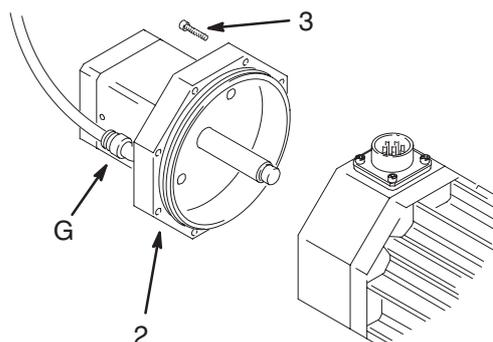
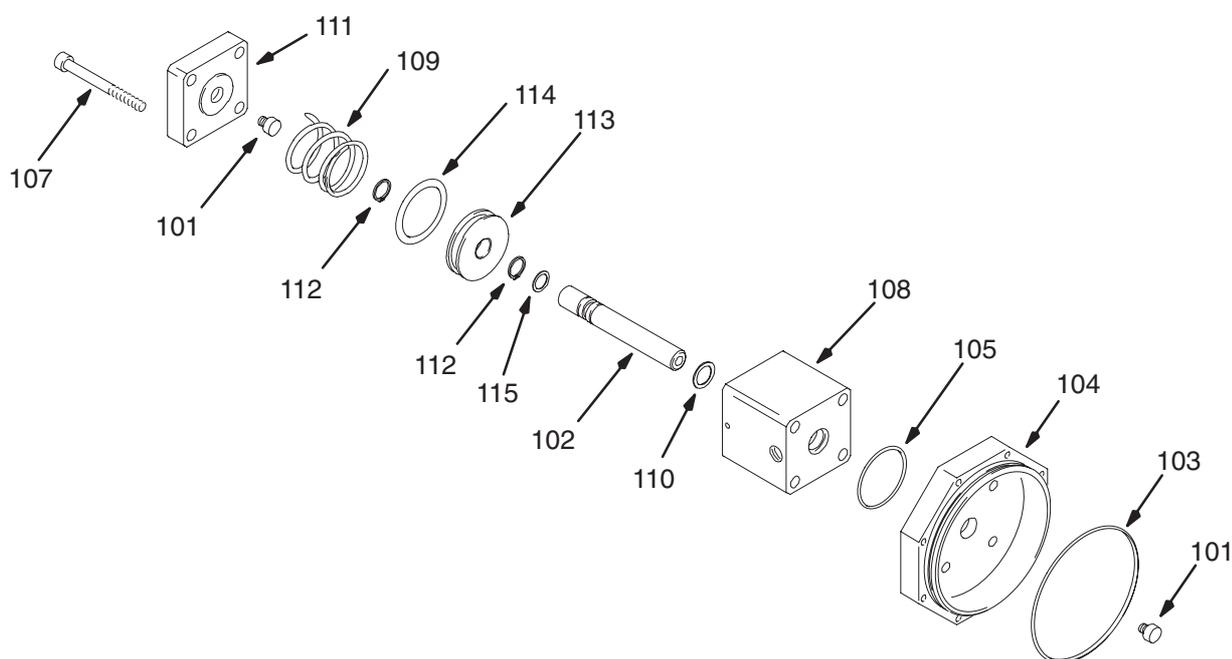

Fig. 4
Fig. 6
3. Desconecte las líneas de fluido de la entrada (A) y la salida (B) de fluido de la válvula dosificadora.
4. Desconecte la línea neumática de la entrada de aire del dispositivo de cierre (G). Vea la Fig. 4.
6. Conecte un suministro de aire comprimido a la entrada de aire del dispositivo de cierre (G). Accione el cilindro con una presión de aire de, aproximadamente, 3500 kPa, 3,5 bar para retraer el vástago del dispositivo de cierre y mantener comprimido el resorte del dispositivo de cierre.
7. Saque los ocho tornillos (3) del conjunto del dispositivo de cierre (2), y desmonte el conjunto del dispositivo de cierre. Vea la Fig. 4.
9. Desconecte la línea neumática de la entrada de aire del dispositivo de cierre (G).
10. Presione hacia abajo la tapa del cuerpo del cilindro para evitar que las piezas salten y salgan, y saque los tornillos (107) de la tapa del dispositivo de cierre. Vea la Fig.6.
11. Retire la tapa del cilindro (111) del cilindro (108).
12. Saque las juntas tóricas (103) de la tapa (104).
Vea la Fig. 6.
14. Retire los parachoques de goma (101) de la tapa del cilindro (111) y del vástago de la válvula (102).
16. Instale la junta tórica (114) en el cuerpo del cilindro sobre el pistón (113). Introduzca el pistón y el resorte (109) en el cuerpo del cilindro (108).
17. Aplique sellador anaeróbico (Loctite® 242 ó 243 ó equivalente) a las roscas de los cuatro tornillos (107).
18. Comprima el resorte lo suficiente como para engranar las roscas de los tornillos en la tapa del dispositivo de cierre. Apriete los cuatro tornillos (107) a un par de 2,7–3,4 N.m.
19. Instale las juntas tóricas de la tapa (103).
20. Instale los parachoques de goma (101) en el extremo del dispositivo de cierre de la varilla (102) y la tapa del cilindro (111).
21. Conecte un suministro de aire comprimido en la entrada de aire del dispositivo de cierre (G). Accione el cilindro para retraer el vástago de cierre y mantener el resorte comprimido.
22. Sujete el conjunto del dispositivo de cierre (3). Vea la Fig. 4.
24. Desconecte la línea neumática de la entrada de aire del dispositivo de cierre (G).